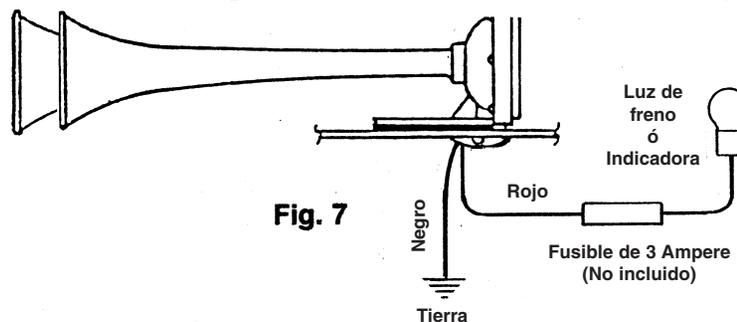

Fig. 7
10. Conecte el cable rojo LED al cable que le da poder a las luces de freno del vehículo, un fusible de 3 ampere debe de ser instalado como se muestra en Fig. 7.
11. Conecte el cable negro a tierra en un tornillo de la carrocería. Asegúrese de limpiar la superficie alrededor del tornillo para que este libre de pintura y óxido para asegurar una buena conexión a tierra. Si un cable más largo se necesita para alcanzar la fuente de poder del vehículo, alargue el cable del claxon LED usando el mismo calibre (20) o más grueso.